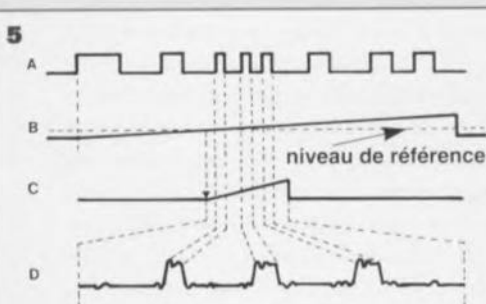

Figure 5 - La sélection, comme par une loupe, de la partie intéressante d'un phénomène est aussi permise à l'aide d'une base de temps retardée.
Les oscilloscopes les plus élaborés (les plus chers évidemment) offrent encore la possibilité d'un *delayed sweep* qui n'est pas un balayage "décalé" mais un balayage "secondaire" retardé. Ces appareils proposent deux bases de temps, dites respectivement, "générateur retardant" pour la première et "générateur retardé" pour la seconde. Le principe, simple, est illustré sur la figure 5. La première base de temps est déclenchée sur l'impulsion fabriquée à partir du signal présent à l'entrée et s'arrête après un intervalle de temps, qui correspond à un certain niveau de tension, réglé à l'aide de la commande *division-delay*. Elle ne provoque pas de balayage. En mode *Auto* le second générateur se déclenche à ce moment-là, et commande le balayage. Dans l'autre mode (souvent appelé *arming*), c'est l'impulsion suivant l'avortement provoqué de la fin de la première dent de scie qui déclenche ce balayage : la première base de temps "arme" la seconde.
À quoi sert-ce ? Supposons, comme le représente la figure 5, que d'un train d'impulsions qui se répète, la figure n'en représente qu'une période, nous désirons en observer quelques unes en détail. Le flanc ascendant de la première impulsion déclenche la base de temps principale (B) mais non le balayage : l'écran reste vide pendant un délai réglé avec une excellente précision à l'aide de la commande *division-delay*. Le signal en provenance de la base de temps principale est appliqué à une entrée d'un comparateur. L'autre entrée du comparateur voit une tension de référence dont le niveau peut varier en fonction des besoins. C'est lorsque la dent de scie de la base de temps principale atteint ce niveau que la base de temps secondaire (C) peut se déclencher. Appliquée à l'entrée de l'amplificateur de déviation horizontale, elle permet le balayage de l'écran et l'apparition de la trace qui correspond, si le réglage est bien fait, à l'aide d'un potentiomètre multitour associé à un vernier le plus souvent, aux trois impul-